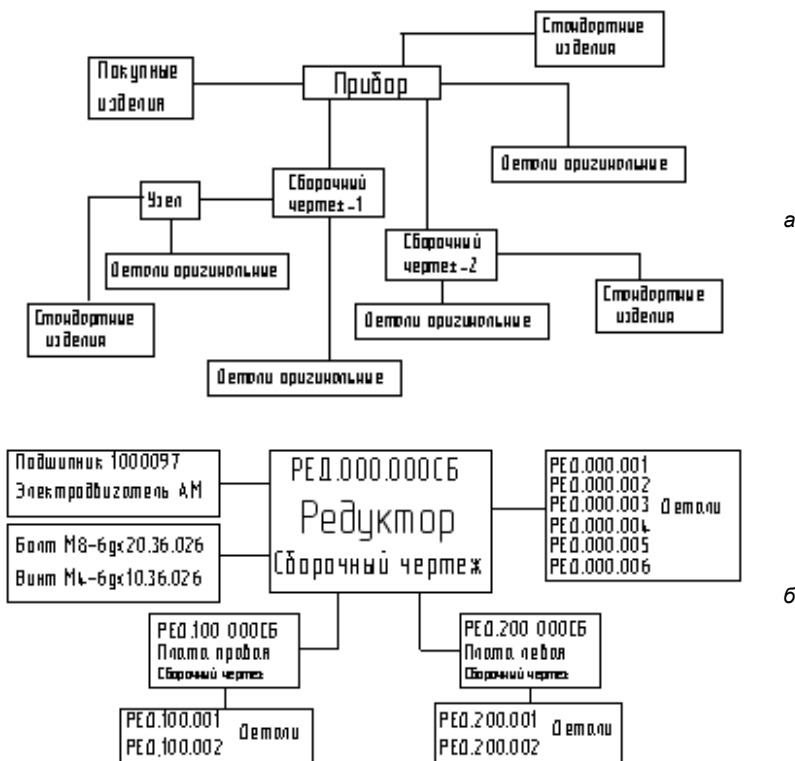

Рис. 14.27. а — структура разрабатываемого прибора;
Предположим, вы разрабатываете прибор, состоящий из двух сборочных единиц. Каждая сборочная единица, в свою очередь, может состоять из нескольких узлов. Такие узлы иногда называют подбороками. Каждый узел состоит из определенного количества деталей. Приблизительная структура прибора "Редуктор" представлена на рис. 14.27, а. Она предназначена для разработки эскизных чертежей, технологических приспособлений и т. д. Такую структуру данных называют деревом каталогов.
Например, вы проектируете редуктор и задаете номер основного сборочного чертежа: РЕД.000.000СВ. Все узлы, входящие в данный чертеж, будут иметь номера: РЕД.100.000, РЕД.200.000, а детали, входящие в узел, — РЕД.100.001, РЕД.100.002, РЕД.200.001, РЕД.200.002 и т. д. Если в основной сборочный чертеж входят детали, то их номера будут РЕД.000.001, РЕД.000.002 и т. д. Такие обозначения помогут вам без проблем создать спецификацию сборочного чертежа (см. урок 17). Структура прибора "Редуктор" представлена на рис. 14.27, б с учетом выбранных номеров.
*Сложный сборочный чертеж* — это сборочный чертеж, имеющий свои под-сборки (узлы). Приблизительная структура такого чертежа представлена на рис. 14.27.